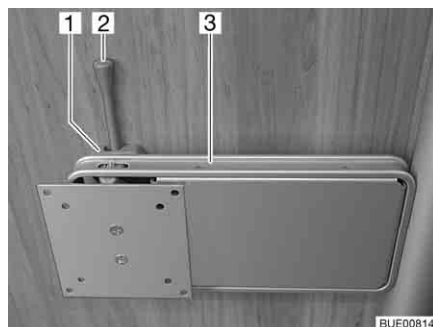

Fig. 48 Supporto su colonna
- Spingere di lato la leva di sbloccaggio (Fig. 48,2) e ruotare il supporto (Fig. 48,3) con lo schermo piatto nella posizione desiderata.
- Riportare indietro lo schermo piatto finché il supporto (Fig. 48,3) non si innesta nel bloccaggio (Fig. 48,1).